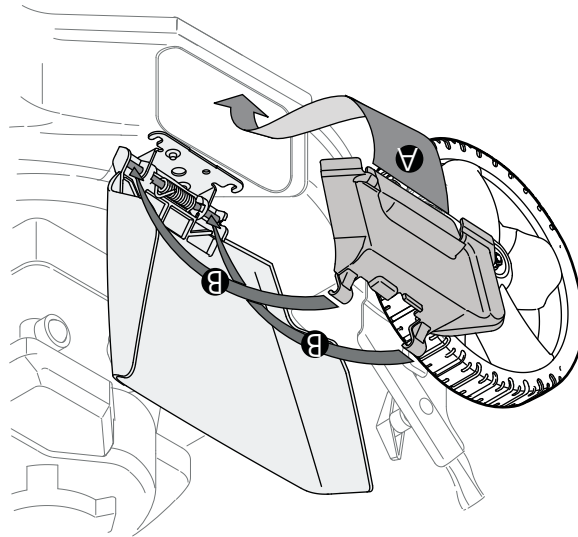

Figure 10
- A. Relevez le déflecteur de la goulotte sur la base du déflecteur de déshiquetage, sur le rebord de l'ouverture d'éjection. Voir la Figure 10.